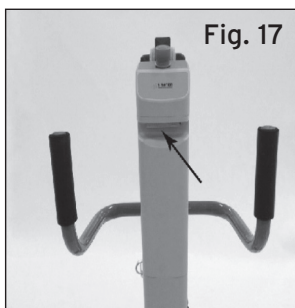

Fig. 17
3. Coloque la batería en la centralita. (Fig.17)